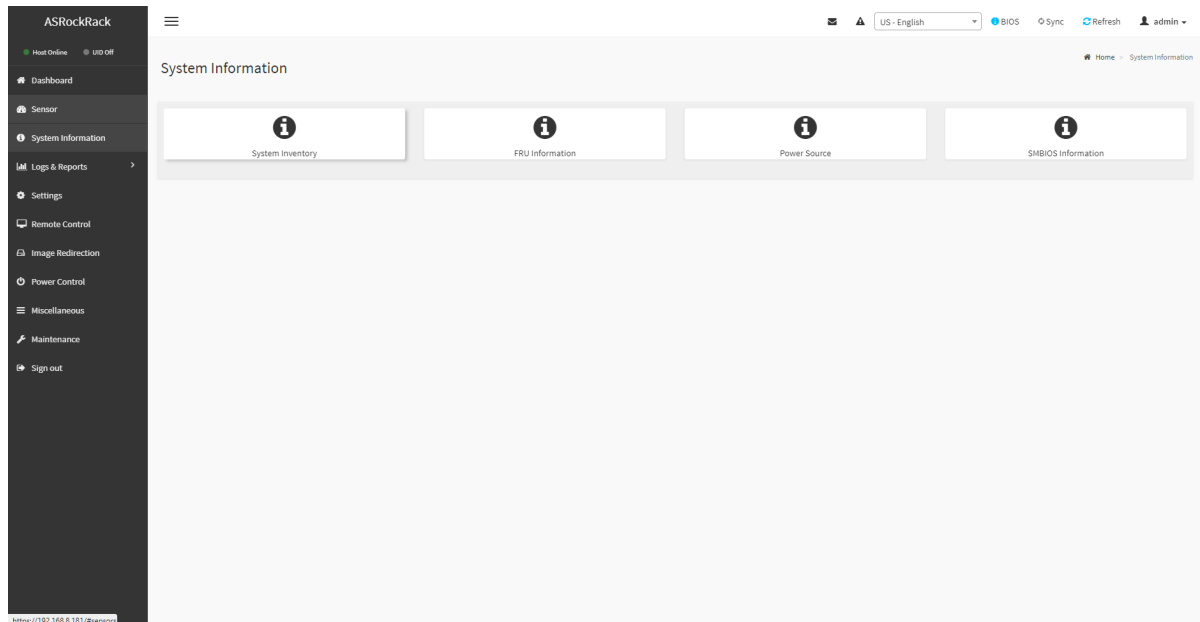
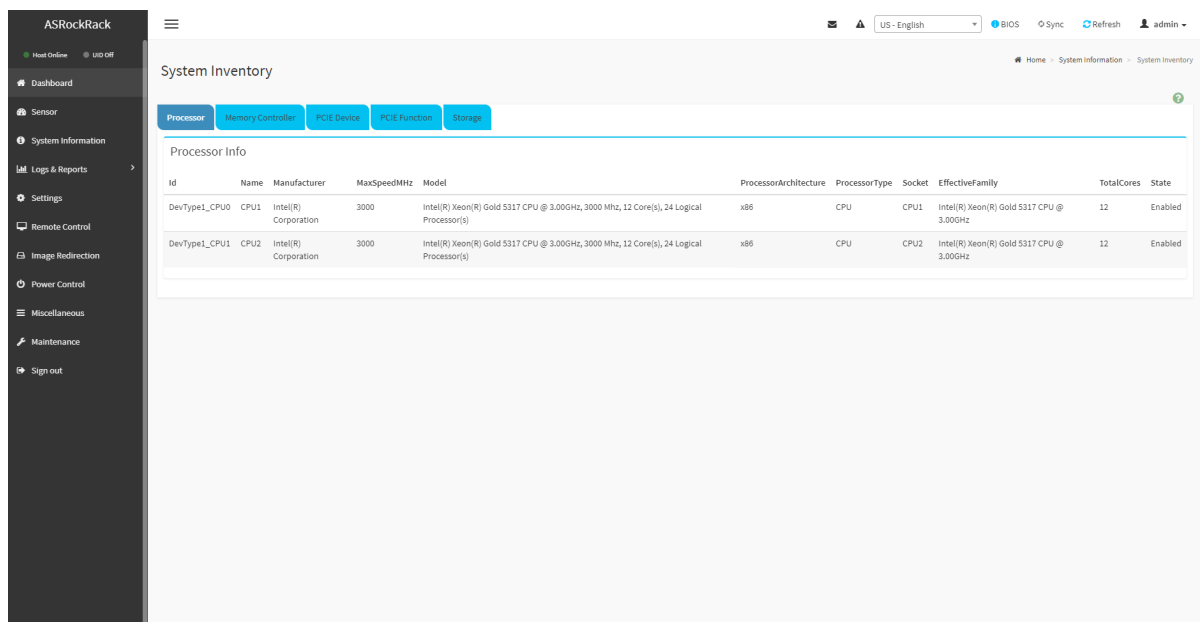
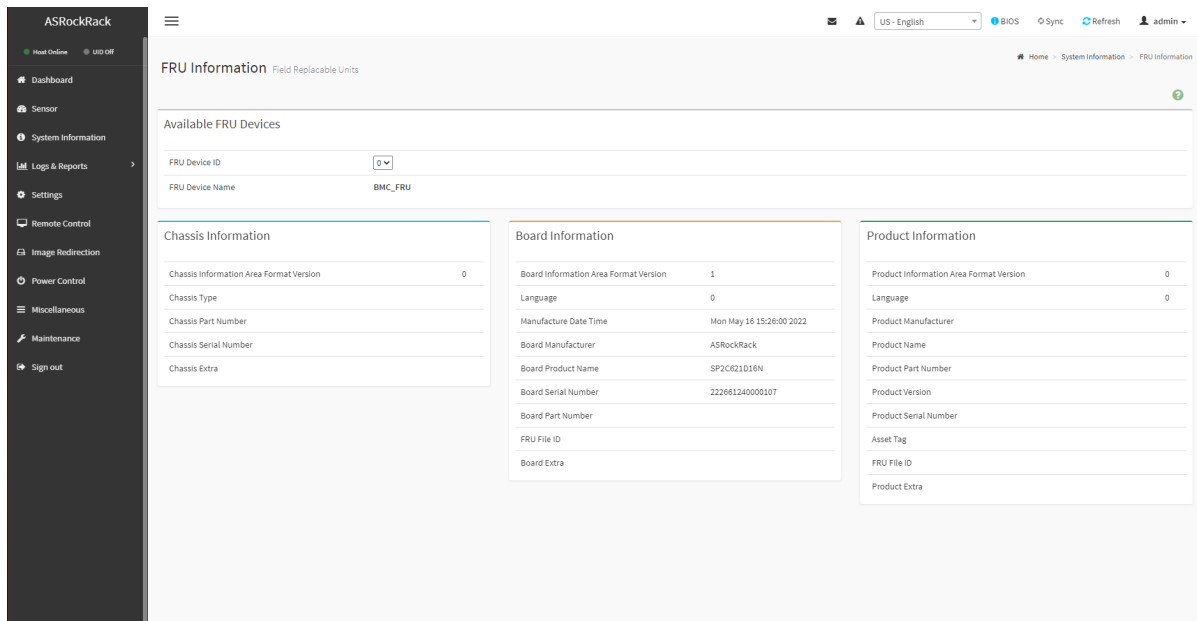
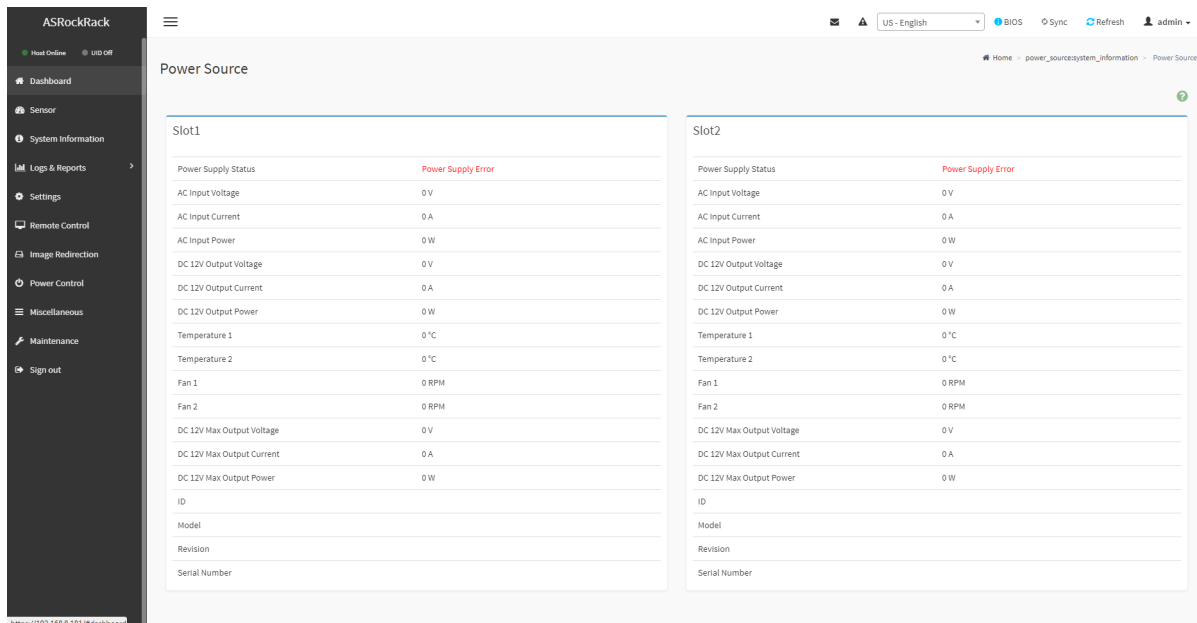

Рис. 113. Окно «System Information»
Рис. 114. Окно «System Inventory»
Рис. 115. Окно «FRU Information»
Рис. 116. Окно «Power Source»
9) Пройдите во вкладку «System Information» в данной вкладке представляется информация об устройствах сервера, включая информацию о сервере, информации о FRU, мощности и SMBIOS . Окно показано на рис. 113 Окно «System Information» и включает следующие окна: Окно «System Inventory» показано на рис. 114 Окно «System Inventory», окно «FRU Information» показано на рис. 115 Окно «FRU Information», окно «Power Source» показано на рис. 116 Окно «Power Source», окно «SMBIOS Information» показано на рис. 117 Окно «SMBIOS Information».